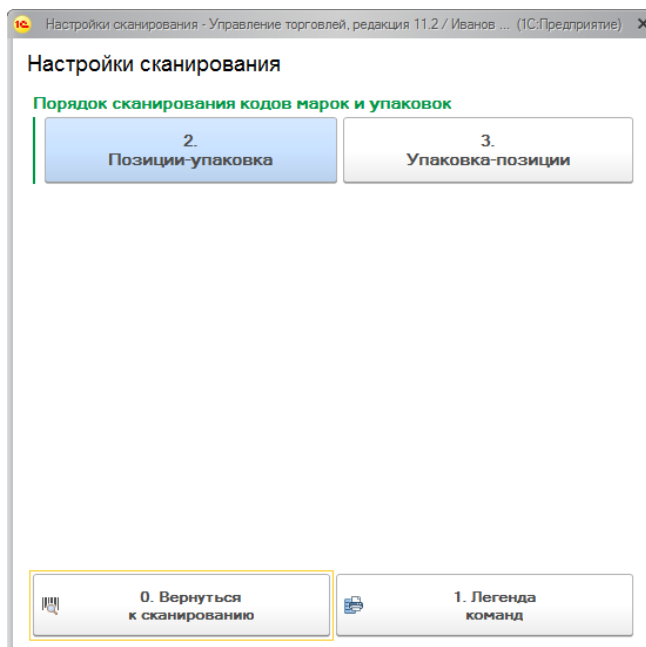

Рисунок 2.1.2.4 Настройки сканирования
В случае, если в работе находится бутылка с **НОВОЙ МАРКОЙ**, в данном окне можно ввести серию и номер марки, которая указана на марке бутылки (рис. 2.1.2.3), при правильном вводе, марка будет корректно распознана:
- **4. Сервис** - открывает окно настройки порядка сканирования: позиция-упаковка или упаковка-позиция (Рисунок 2.1.2.4).
- **5. Инфо** – команда для вызова информации о статусе выполнения текущего задания в виде отчета о отсканированном количестве и подобранных сериях (Рисунок 2.1.2.5).